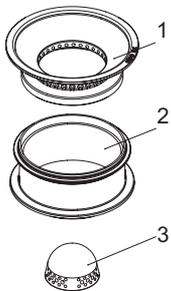
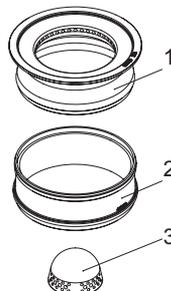

Fig. 41 Primärluftdorn, Konus
Fig. 42 Primärluftdorn, Konus
- Konus Oberteil [1] und Unterteil [2] aus dem Brennertopf herausheben – Fig. 41, Fig. 42.